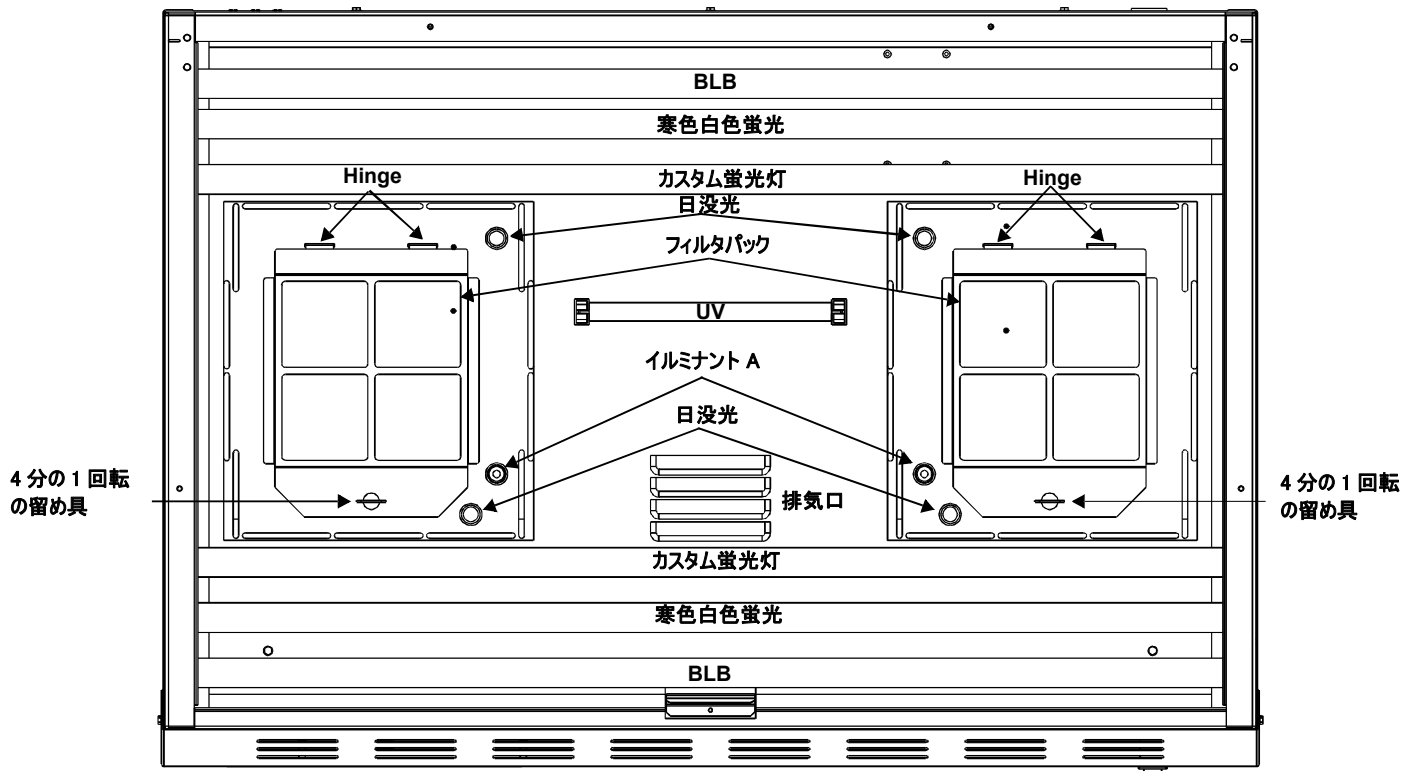

図 14 フィルタおよびランプの位置
6. 4分の1回転の留め具で外します。次のページの図 14 をご参照ください。フィルタパックを下向きにゆっくり回転してください。
4. 4 分の 1 回転の留め具を外し（図 14 参照）、ディフューザーを下げます。フィルタパックを横に移動し、外してください。